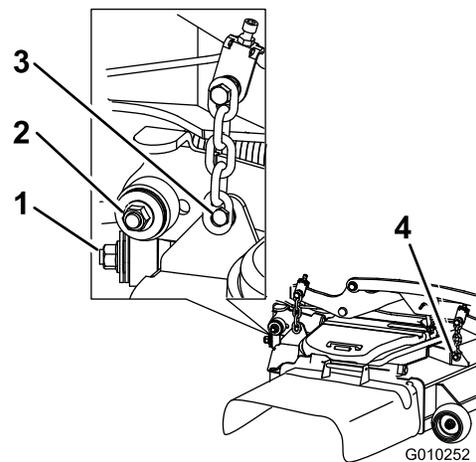

Figura 119
7. Retire y guarde los herrajes de ambos lados de la carcasa, según se muestra en Figura 119.